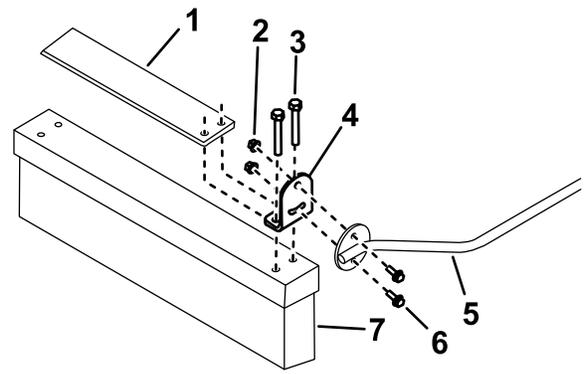

Figura 7
2. Monte una pestaña de cepillo en cada extremo del cepillo con 2 tirafondos (5/16" x 1 1/2"). Posicione las pestañas como se muestra en la Figura 7.
3. Sujete una varilla de cepillo a cada pestaña del cepillo con 2 pernos con arandela prensada (1/4" x 3/4") y contratuercas con arandela prensada (1/4"), tal y como se muestra en la Figura 7.